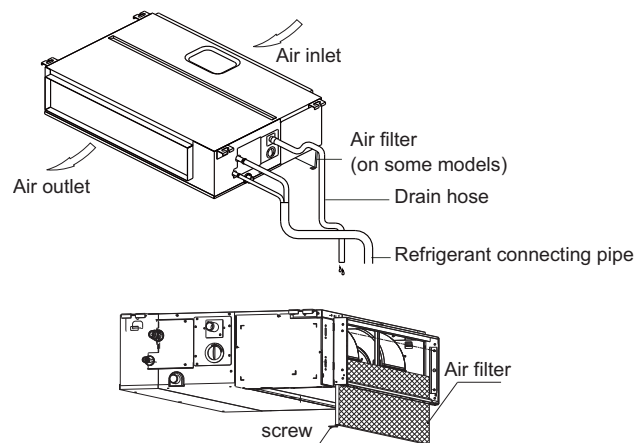

Fig. 3 – Représentation de l'appareil intérieur
- La figure 3 est une esquisse. D'autres modèles peuvent présenter de légères différences.